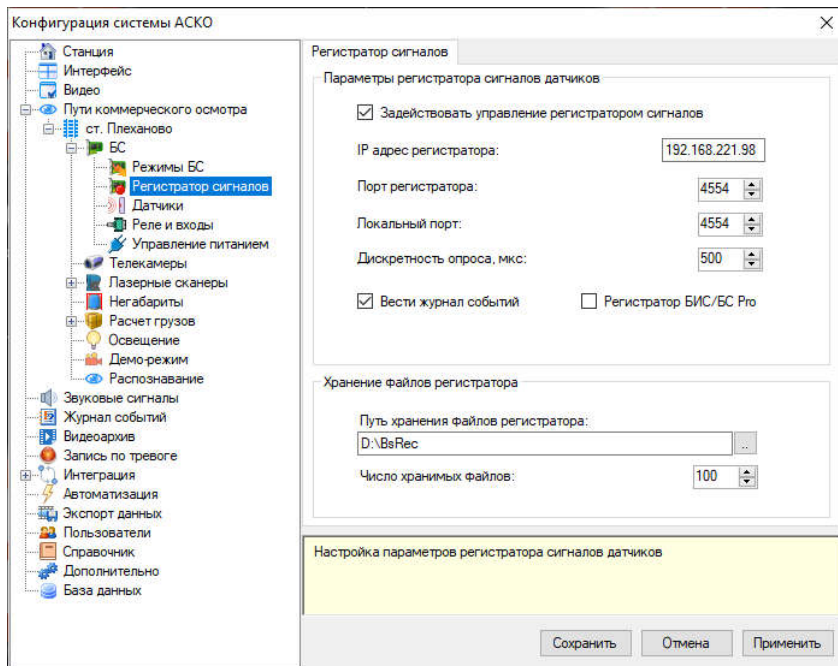

Рисунок 13 – Секция "Регистратор сигналов"
- 2) В селекторе диалогового окна "Конфигурация системы АСКО" выберите секцию "Пути коммерческого осмотра/Название пути/БС/Регистратор сигналов", как показано на рисунок 13.